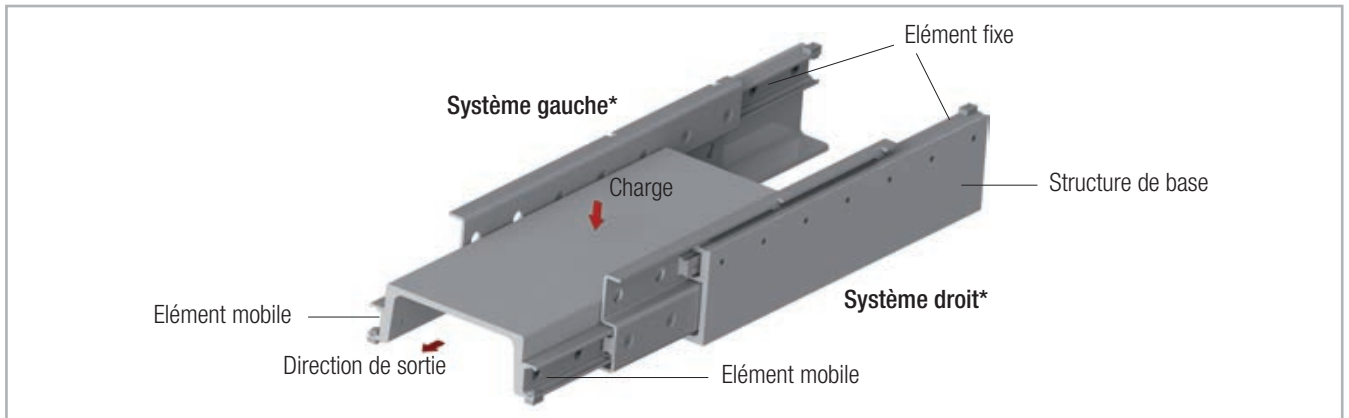

Fig. 74
- Lors du montage, veiller à ce que la charge soit fixée à l'élément mobile, c'est-à-dire au rail inférieur (voir fig. 74).